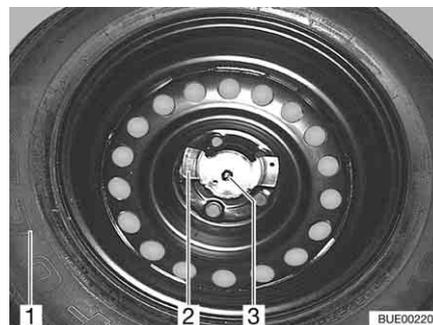

Fig. 253 Fijación de la rueda de repuesto
- Desenroscar las dos tuercas (Fig. 253,2 y 3).
- Sacar la rueda de repuesto (Fig. 253,1) del portador de la rueda de repuesto.